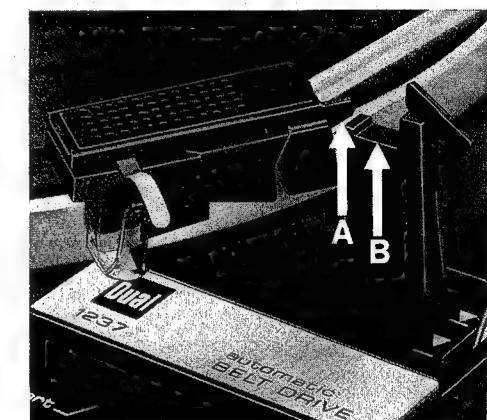

Fig. 17
Der Tonarm ist ausbalanciert, wenn Kante "A" des Tonarmkopfprofils und Kante "B" der Tonarmstütze auf gleicher Höhe sind (Fig. 17), oder wenn der Tonarm sich nach Antippen in vertikaler Richtung wieder von selbst in die horizontale Lage einpendelt. Beim Ausbalancieren des Tonarmes muß dieser von der Kinematik entkoppelt sein. Tonarmlift in Stellung **▼** bringen und eventuell Plattenteller von Hand im Uhrzeigersinn (einige Umdrehungen) drehen.
Le bras de lecture est équilibré, lorsque le bord "A" du profil de la tête et le bord "B" du support du bras sont au même niveau (Fig. 17), ou lorsqu'après une légère pression verticale exercée sur le bras, celui-ci revient de lui-même à la position horizontale. Lors de l'équilibrage, le bras de lecture doit être découplé de la chaîne cinématique. Amener le lève-bras dans la position **▼** et tourner éventuellement le plateau à la main dans le sens des aiguilles d'une montre (quelques tours).
The tonearm is exactly balanced when edge "A" of the tonearm head profile is at precisely the same height as edge "B" of the tonearm rest (Fig. 17), or when the tonearm, tapped vertically, returns automatically to a horizontal position. When balancing the tonearm, the automatic mechanism must be disengaged. To be sure of this, place the cue control in position **▼** and turn platter by hand clockwise a few rotations.
De toonarm is uitgebalanceerd, zodra de onderzijde van "A" en de bovenzijde van "B" op gelijke hoogte blijven (Fig.17), of wanneer de toonarm, na lichte aanraking, uit zichzelf de horizontale positie inneemt.
El brazo estará equilibrado cuando el canto "A" de la cabeza se encuentre a la misma altura que el canto "B" del soporte (Fig. 17), o cuando al hacer oscilar el brazo verticalmente este vuelve a su posición horizontal al encontrarse en reposo. Para equilibrar el brazo habrá que liberarlo de su dispositivo de accionamiento. A tal fin hay que elegir la posición **■** en el dispositivo de elevación/descenso del brazo y, eventualmente, girar con la mano el plato en sentido de las manecillas del reloj (unas vueltas).
1. Ställ nältryncket (9) på "0" lossa tonarmen och vrid ut den från stödet.
2. Justera därefter antiskatingvisaren (12) inom nollområdet, tills tonarmen slutar att vrida sig i horisontalplanet.
3. Om tönarmen inte pendlar in och stannar i vägrätt läge, lossa fästskruven (11) och gör en grovjustering av motvikten genom att förskjuta motvikten, så att ungefärlig balans erhålls. Lås därefter åter fast motvikten med skruven.
4. Finjustera balansen genom att vrida motvikten. Tonarmen är rätt balanserad när kanten A på monteringsbryggan ligger i nivå med kanten B på tonarmsstödet (Fig. 17). Om man nu vippar på tonarmen i vertikalled, skall den av sig själv pendla tillbaka till horisontalläget. Vid utbalansering av tonarmen måste "start"/"stopp" vredet stå i neutralläge så att tonarmen är frikopplad från automatiken. Om vredet icke står i neutralläge, ställ tonarmsnedlägget i läge **■** och snurra skivtallriken för hand medurs några varv.
Il braccio sarà esattamente bilanciato quando lo spigolo „A“ della sua estremità e lo spigolo „B“ del supporto del braccio si troveranno alla medesima altezza (Fig. 17), oppure quando il braccio, dopo averlo sollevato o abbassato, si riporta da solo in posizione orizzontale. Nell'effettuare il bilanciamento del braccio, la leva di comando deve rimanere in posizione di riposo, in modo che il braccio sia svincolato dall'automatico. Portare il sollevabrace in posizione **■** e far fare alcuni giri in senso orario al piatto.